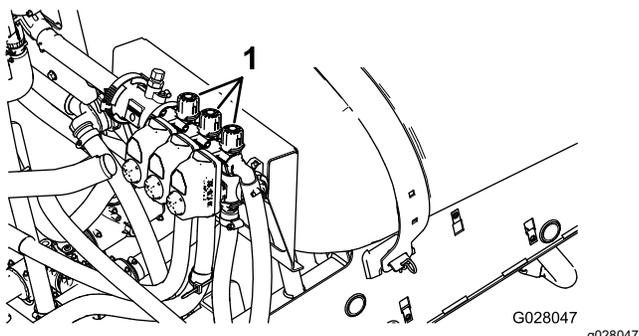

図 22
4. 右ブームバイパスノブ 図 22 を使って、先ほどと同じ水圧一般的には 2.75Bar = 2.8kg/cm2 = 40psi に調整する。
6. 中央ブームバイパスノブ 図 22 を使って、先ほどと同じ水圧一般的には 2.75Bar = 2.8kg/cm2 = 40psi に調整する。